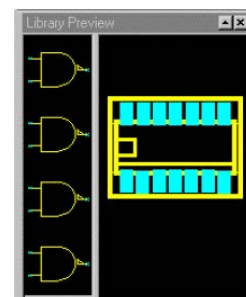

Рис. 16. Графическое представление библиотечного компонента.
9. Выберем символ в верхней части списка, например SN54ALS00AD. В результате в нижнем левом углу экрана в окне Library Preview появится графическое представление выбранного компонента (рис. 16).